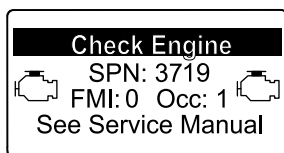

Figure 52
- Avertissement moteur SPN 3719, FMI 0 (Figure 52)